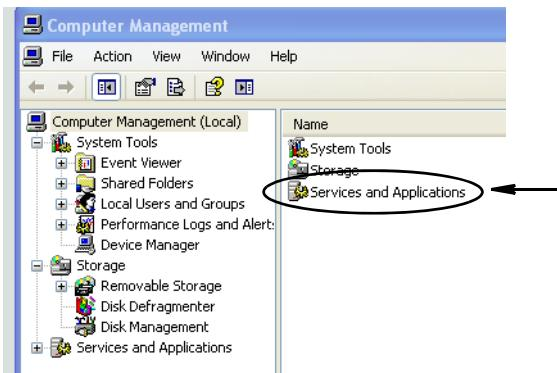

Рис. 54
- b. Щелкните дважды по значку «Службы и приложения» (Рис. 54).